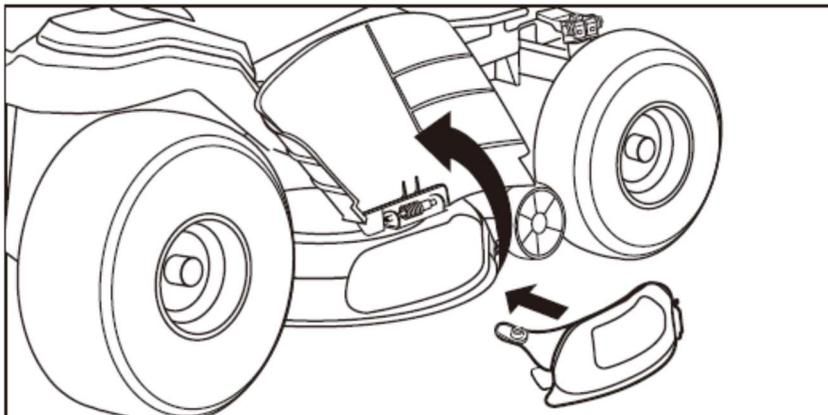

Fig.8A
1. Levante el conducto de descarga lateral fuera del camino para instalar la cubierta de triturado. (Fig. 8A)